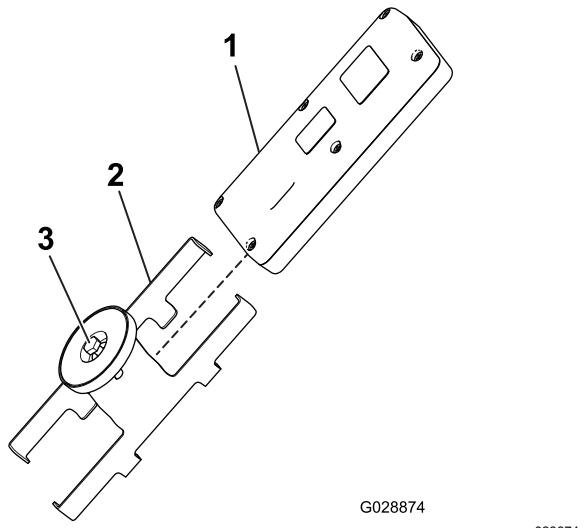

Figura 22
- Montate il telecomando sulla relativa staffa magnetica, fate scorrere le metà della staffa insieme e serrate il bullone nel magnete (Figura 22).